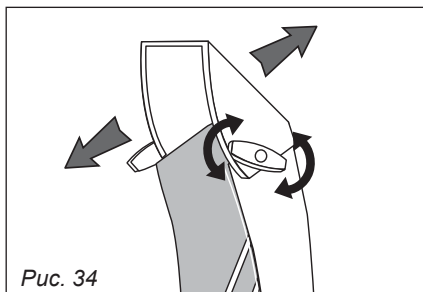

Рис. 34
15.1. Регулировка наклона козырька разгрузочного желоба (рис. 34)